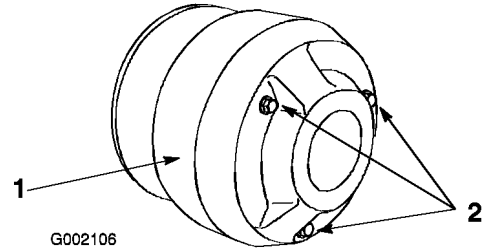

Figura 46
3. Retire los 3 pernos que fijan la cubierta al embrague, y retire la cubierta (Figura 46).